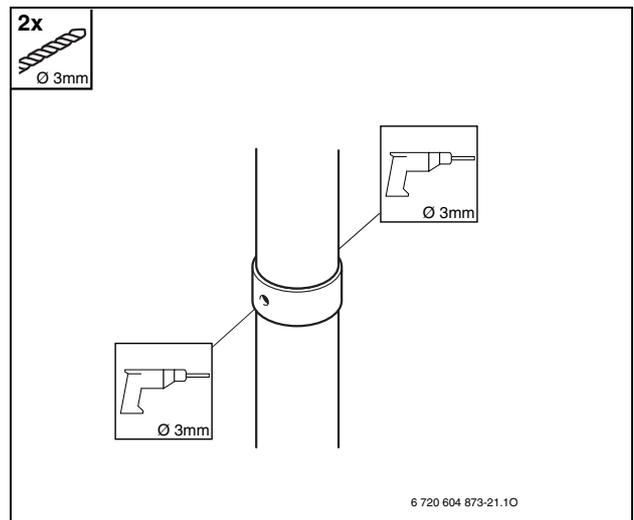

Fig. 3
- Eseguire due fori $\varnothing 3$ mm nella tubazione per l'aria comburente (come da Fig. 3). Profondità massima della foratura 8 mm! Evitare assolutamente di danneggiare la tubazione di scarico fumi!